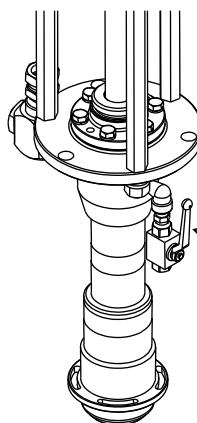

Fig.3
- 2) 作動中、ブリーダバルブより材料が出てきます。はじめはエアが混入していますので、エアが混入しない状態になるまでポンプを作動させ、正常な材料が出てきたらブリーダバルブのコックを閉めてください。(Fig.3)